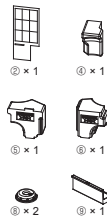

Fig. 4-1
- Enne seadme käitamist võtke kindlasti ära KOMPRESSORI KESTA ÜLAOSA ja KOMPRESSORI KESTA ESIOASA ning eemaldage KOMPRESSORI fikseeritud osad. (Fig. 4-1)